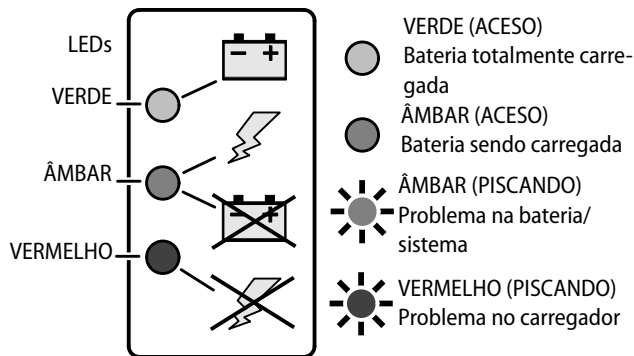

Figura 3-12. Adesivo do Carregador dos LEDs Indicadores
3. Quando ligado, o carregador passa por um indicador de LED de auto-teste de curto. Os indicadores de LED do carregador de bateria (Figura 3-12.), pisca em sequência por 2 segundos. Estes indicadores de LED podem ser observados pela abertura do painel traseiro, onde o cabo elétrico do carregador é acessado.
Se ocorrer uma falha durante o carregamento da bateria, o LED (ÂMBAR ou VERMELHO) no indicador de LEDs do carregador (*Veja a Figura 3-12.*) piscará dependendo da falha. Consulte a Tabela 3-1, a seguir, para saber os códigos e seus significados correspondentes ao LED que pisca no carregador.